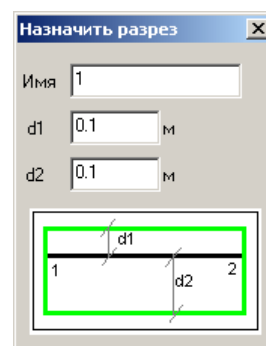

Рис.1.16.1. Окно диалога Назначить разрез
- В открывшемся окне диалога **Назначить разрез** (рис. 1.16.1) оставьте все значения по умолчанию (имя разреза 1).